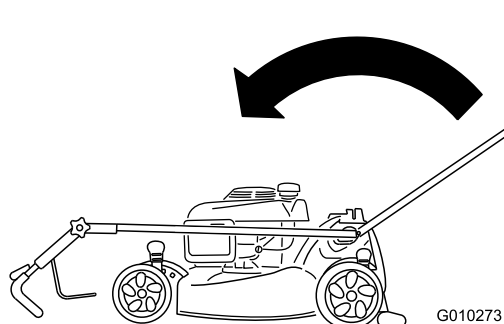

Рисунок 54
2. Поверните рукоятку вперед до отказа и ослабьте головку верхней части рукоятки (Рисунок 54).